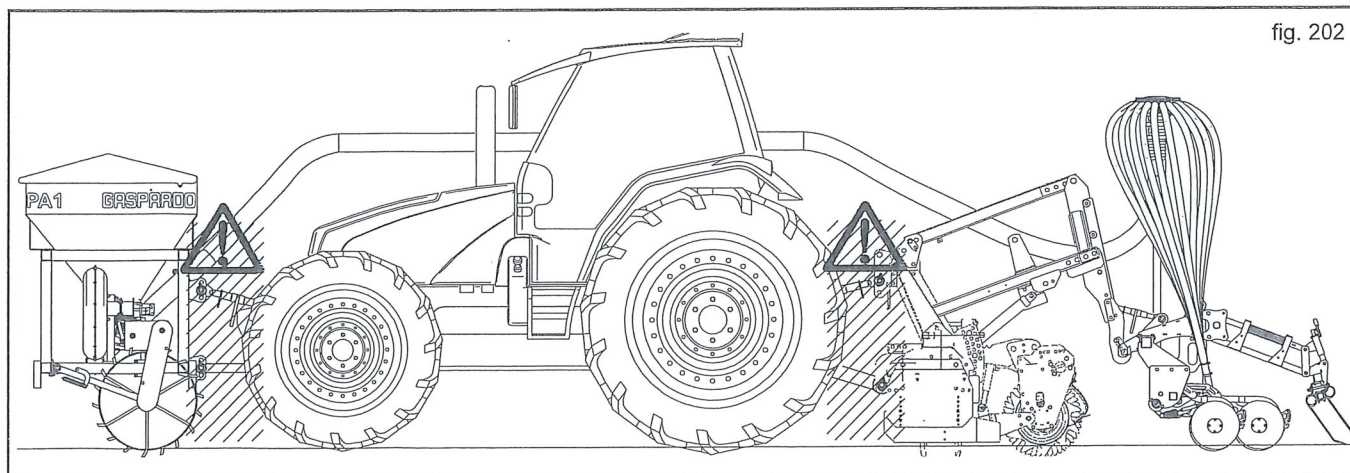

fig. 202
- 5) Det er strengt forbudt at stille sig mellem traktoren og tilkoblingen for at betjene styreenheden udefra for at løfte (Fig. 202).
- 6) Det er strengt forbudt at stille sig mellem traktoren og redskabet (Fig. 202) med motoren tændt og kardanakslen tilsluttet. Det er først muligt at stille sig mellem traktoren og udstyret efter at have indkoblet parkeringsbremsen og blokeret traktoren med en passende stor klods eller sten under hjulene.